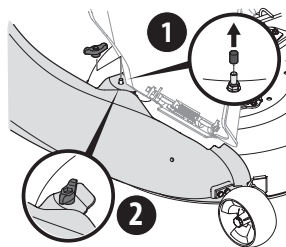

Figura 20
- Fije el codo del canal de descarga en la plataforma de corte usando una perilla de aletas (720-04122) del paquete de herrajes 689-01419. Ver inserto en la Figura 20.
NOTA: Si está presente, quite la tapa protectora del perno de montaje de la plataforma de corte, como se muestra en el inserto superior de la Figura 20.